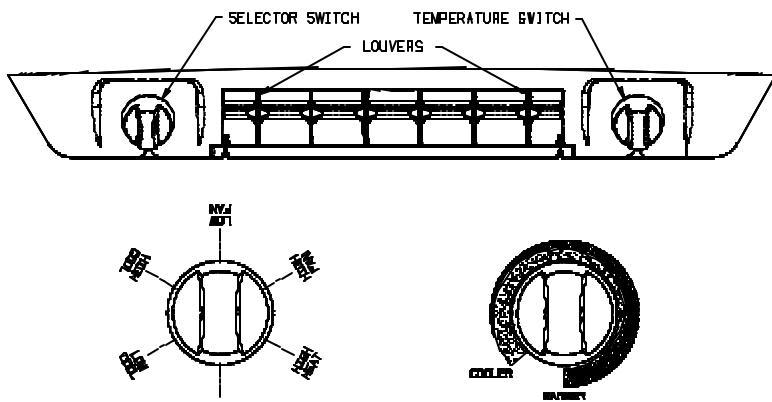

FIGURE 1
- A. The Selector Switch — The selector switch determines which mode of operation the air conditioner will be in. By rotating the selector switch, the operator can obtain any system function desired. System functions vary depending upon options of both the roof top unit and ceiling assembly. Figure 1 shows selector switch location and
- B. The thermostat (temperature control) - The thermostat regulates the “ON” and “OFF” temperature setting at which the compressor will operate (See Figure 1).
I. For Cooling (Refer to Figure 1, Page 2)
IV. For Heating (Refer to Figure 1, Page 2)
V. For Air Circulation Only (Refer to Figure 1, Page 2)
- A. Le sélecteur - Le sélecteur détermine le mode de fonctionnement du conditionneur d'air. En tournant le sélecteur, l'utilisateur peut obtenir toute fonction de l'appareil désirée. Les fonctions du dispositif varient selon les options de l'unité de toit et celles du plafonnier. La figure 1 illustrent l'emplacement du sélecteur et les fonctions offertes. La section « Exploitation » explique les caractéristiques de chaque mode de fonctionnement.
- B. Le thermostat (commande thermique) - Le thermostat fixe le réglage de température de « ON » et « OFF » auquel le compresseur va fonctionner (voir la figure 1).
I. Pour le refroidissement (reportez-vous aux figure 1, page 2)